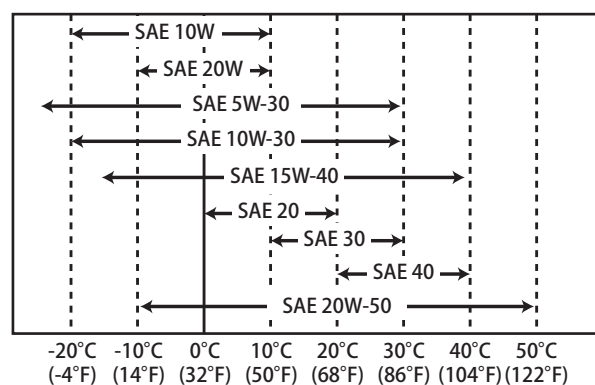

Fig. 7-6
- Sélectionnez la viscosité de l'huile en fonction de la température ambiante à laquelle le moteur fonctionne. Référez-vous au tableau de niveau de viscosité SAE (Fig. 7-6).